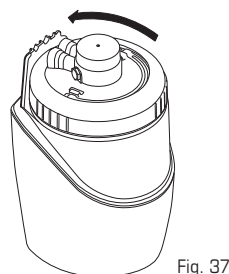

Fig. 37
El cartucho no está totalmente enroscado en el soporte.	Vuelva a instalar el cartucho en el soporte, pág. 9, Fig. 37.
6. **Destornille** para remover el anillo de retención (Fig. 37).